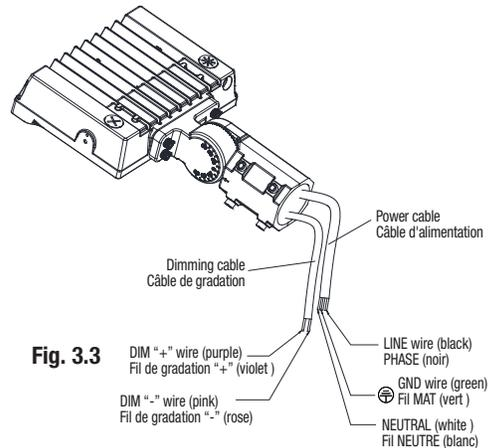

Fig. 3.3
4. Make electrical wire connections and put wires into the pole (Fig. 3.3):
4. Faire les connexions électriques des fils de câble d'alimentation et introduisez les fils dans le poteau (Fig. 3.3):